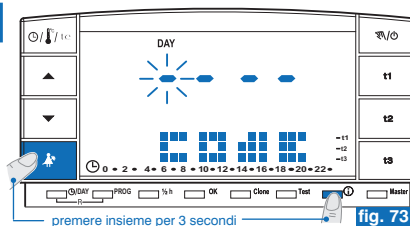

fig. 73
- Dal normale funzionamento del cronotermostato, per inserire una password mantenere premuti (circa 3 sec.) i tasti  e . Sul display apparirà la scritta **CODE** e il primo trattino a sinistra lampeggerà (fig. 73).
- Se la password è abilitata e si cerca di attivare una delle funzioni protette, sul display apparirà la scritta **CoDe** e il primo trattino a sinistra lampeggerà (fig. 73).
- Dal normale funzionamento del cronotermostato mantenere premuti (circa 3 sec.) i tasti ▲ e Ⓛ. Sul display apparirà la scritta **CoDe** e il primo trattino a sinistra lampeggerà (fig. 73).